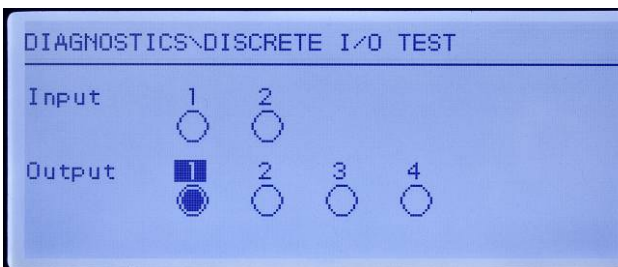

Abbildung 5-13: Bildschirm „Diskreter I/O-Test“, Ausgang 1 aktiv
- Der Fokus für die Steuerung eines spezifischen Ausgangs wird als Invertierung der Zahl über dem Ausgang angezeigt. Wenn sich ein Ausgang im Fokus befindet, wird durch Drücken der Navigationstaste AUF der Ausgang auf EIN gestellt. Ein kleiner, ausgefüllter Kreis wird angezeigt und weist darauf hin, dass der Ausgang auf EIN gestellt wurde. Die ist in Abbildung 5-13 dargestellt.